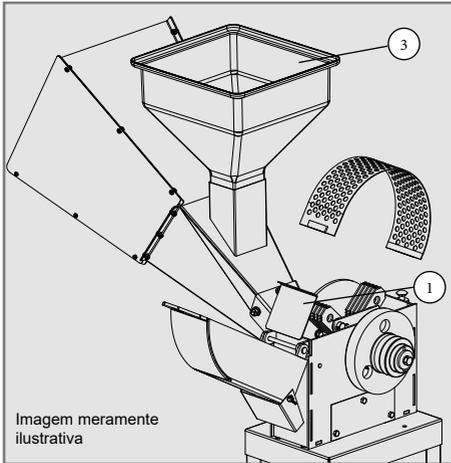

Figura 17
- ✓ Coloque a tampa vedadora (1) figura 17.
- ✓ Ajuste a abertura da tampa de fechamento da saída do grão (6) figura A página 28.
- ✓ Escolha a peneira adequada (diâmetros 3 - 5 - 12 mm), pois o produto resultante depende do diâmetro de peneira utilizado, conforme Figura 17.
- ✓ O produto seco é colocado no funil dos grãos (3), de onde é encaminhado para ser processado, saindo o produto final na parte inferior do triturador.